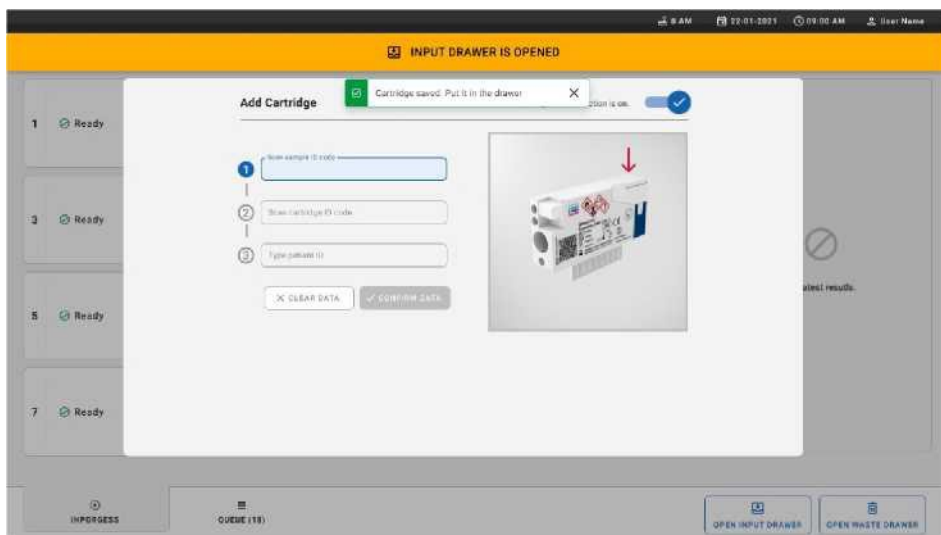

Рис. 28. Экран добавления картриджа.
12. Поместите картридж в загрузочный лоток. Убедитесь, что картридж правильно вставлен в лоток (рис. 28).